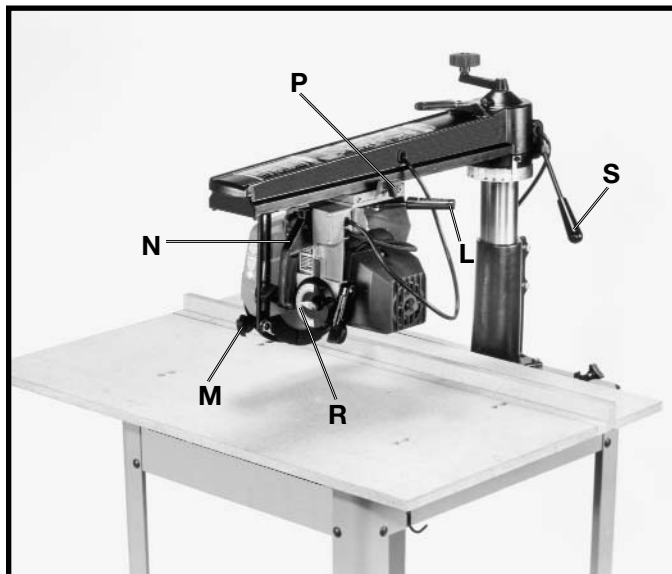

Fig. 75
L. AGARRADERA DE LA ABRAZADERA DEL YUGO. La agarradera de la abrazadera del yugo debe estar aflojada durante la rotación del yugo a la posición de corte a lo largo o de corte transversal. Tire de la agarradera para soltar y empujela para encerrojar. Fig. 75
M. DISPOSITIVO ANTI-CONTRAGOLPE. Durante el corte a lo largo, el yugo se coloca y se abraza de manera que la hoja quede paralela a la guía. La parte posterior del protector de hoja se gira hasta casi tocar el material. La vara anti-contragolpe se baja entonces de manera que los dedos atrapen y sostengan el material. Jamás corte a lo largo desde el extremo anti-contragolpe del protector de hoja. Fig. 75
N. INTERRUPTOR DE ENCENDIDO-APAGADO. Localizado convenientemente a nivel del ojo. El interruptor puede ser encendido o apagado en un instante para ofrecer mayor protección al operario. También puede encerrojarse en la posición de apagado para impedir el uso desautorizado, empleando para ello el candado accesorio. Fig. 75
P. PERILLA DE ABRAZADERA DEL CABEZAL DE CORTE. Fija el cabezal de corte en cualquier posición a lo largo del brazo guía. La perilla de abrazadera del cabezal de corte debe estar apretada durante el corte a lo largo. Fig. 75
R. ESCALA DE BISELADO. Indica los grados de rotación para la fijación de las posiciones de biselado del motor. Fig. 75
S. AGARRADERA DE ABRAZADERA DEL BRAZO GUIA. Controla la rotación del brazo guía para todas las operaciones de corte de ingletes. Fija el brazo en cualquier posición de ángulo de ingletes. Para girar el brazo guía a la derecha, afloje la agarradera de abrazadera y gire el brazo. El brazo parará a 45 grados. Para girar el brazo más allá de 45 grados, presione la palanca de liberación de índice y siga girando; el brazo sólo girará 5 grados adicionales. Para girar a la izquierda, debe hacerse lo mismo, salvo que la agarradera de liberación de índice debe presionarse para iniciar la rotación. Fig. 75
Un bloque de madera abrazado al (B) Fig. 75 brazo guía con una pequeña abrazadera en impedirá la carrera innecesaria del cabezal de corte sobre el brazo guía. Esto resulta particularmente útil durante funciones repetitivas. Abraza el bloque de madera al lado derecho del brazo guía a una posición que detenga la carrera del cabezal de corte tan pronto la hoja corte a través del material.